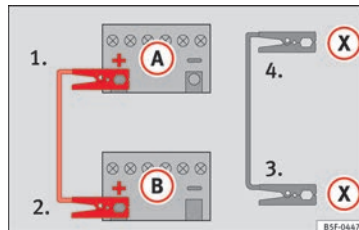

Bild 68 Skiss över anslutning i fordon med start-/stoppsystem
- *Fordon med start-/stoppsystem:* Anslut ena änden av den svarta startkabeln (X) till en lämplig jordpunkt, en fast metalldel på motorblocket eller till själva motorblocket » » bild 68.
5. Anslut andra änden av den svarta startkabeln (X) till en solid metalldel som är kopplad till motorblocket eller till själva motorblocket i bilen med det urladdade batteriet. Anslut den inte till någon punkt i närheten av batteriet (A).